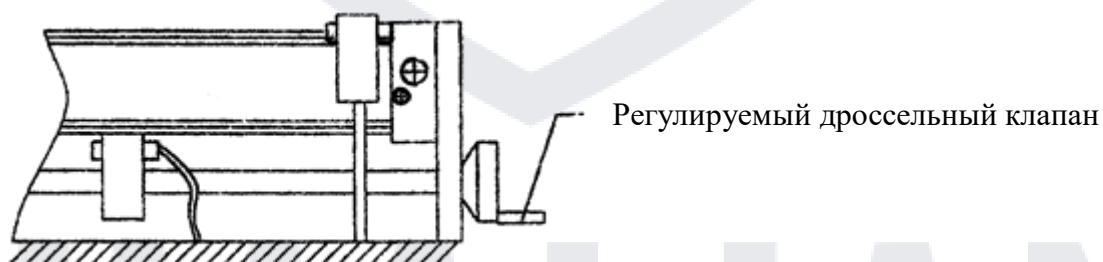

Рис.3 Регулируемый дроссельный клапан
- 2) Точная регулировка. Отрегулируйте в соответствии с погрешностью между необходимым объемом дозы и действительным. Зафиксируйте направляющую, когда оба значения совпадут. Смотрите рис.3 для наглядности.